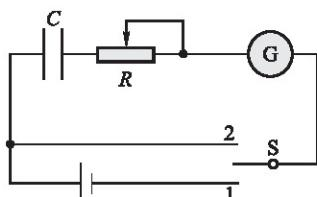

图 2-4-2
2. 如图 2-4-2 所示连接电路，其中 G 为不通电时指针位于表盘中央的演示用电流表，S 是单刀双掷开关，R 是滑动变阻器，先把开关 S 板至 1 位置，观察电流表指针的偏转情况，经过一段时间再把开关 S 板至 2 位置，观察电流表指针偏转情况。